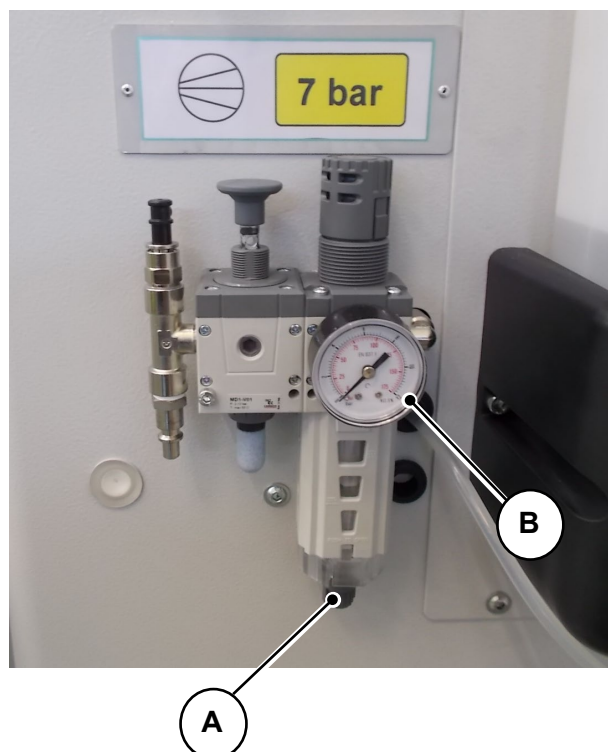

Abb. 09-02
- Auf dem Manometer „B“ (**Abb. 09-02**) den Zuluftdruck kontrollieren.
Ohne Abnehmen des Zuluftschlauches den Knopf „C“ (**Abb. 09-02**) drücken, wobei zu prüfen ist, dass der dazugehörige Schraubring offen ist. Das Kondenswasser wird auch bei jedem Abnehmen der Zuluftleitung automatisch abgelassen (sofern der Schraubring offen ist).